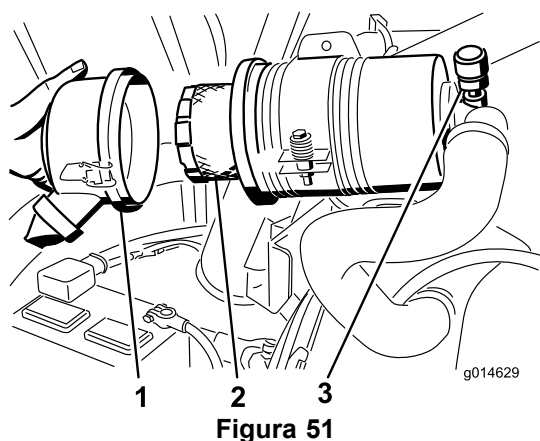

Figura 51
3. Togliete il filtro e sostituitelo (Figura 51).